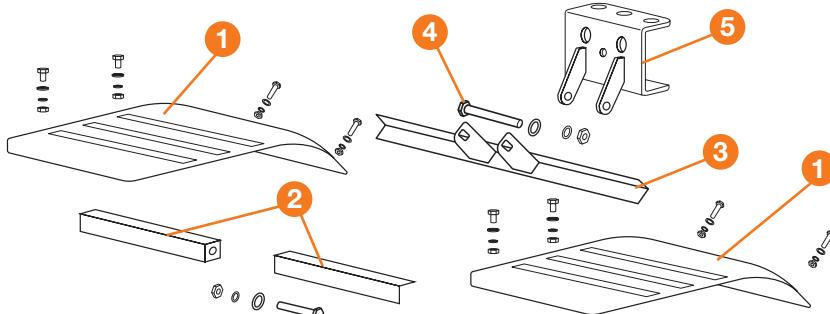

Рис. 8
Для защиты оператора от летящей во время работы почвы и прочих предметов необходимо установить защитные крылья ❶ на мотоблок (Рис. 8).